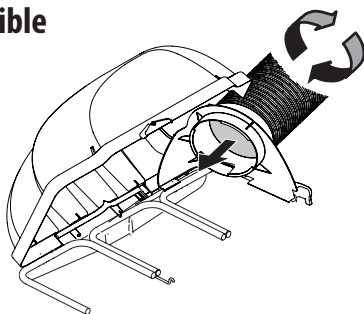

Figure 20
2. Fixez le coude de la goulotte au plateau de coupe avec un écrou papillon (720-04122) du kit de quincaillerie (689-00636). Voir Figure 20.
**NOTE:** Sur certains plateaux, le goujon sur lequel vous devez faire passer la goulotte est protégé par un capuchon. Retirez ce dernier, comme indiqué à la Figure 20.
1. Vissez la partie supérieure du tube flexible (764-05082) dans le support supérieur de la goulotte. Il y a deux languettes à l'intérieur de la partie inférieure du support pour faire tenir le tube en place. Voir Figure 20.